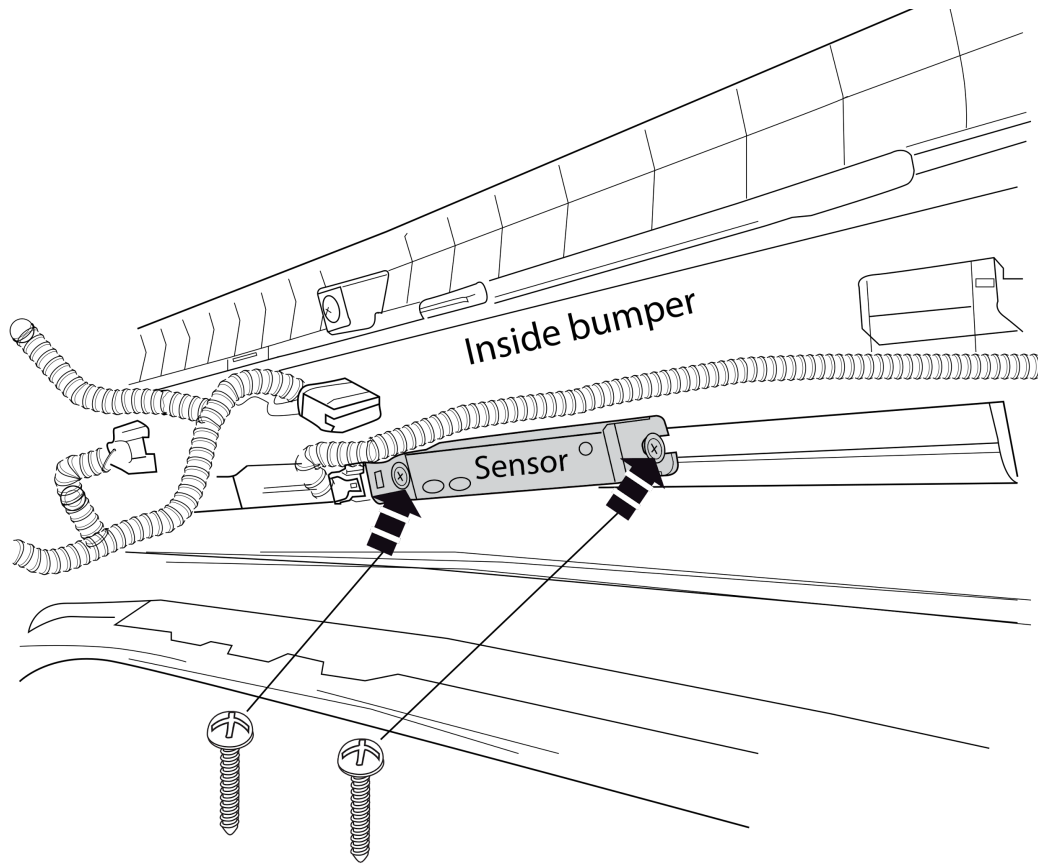

Fig. 2
9. Внимание, если имеются: монтировать парковочный датчик. См. рисунок 2